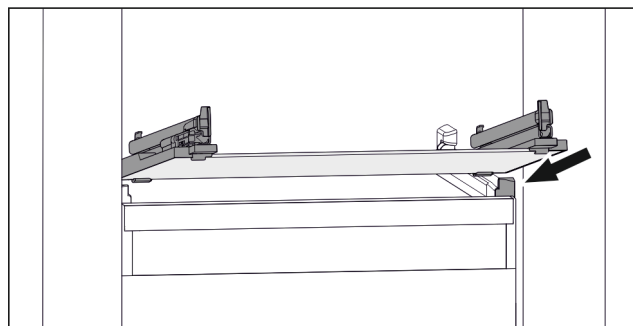

Fig. 138 Příklad znázornění skleněné desky
- ▶ Nasadte skleněnou desku šikmo za zářezky. (viz Fig. 138)